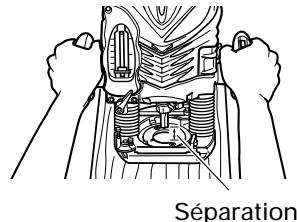

Fig. 19
- (1) Comme montré dans la Fig. 19, mettre hors contact le couteau et la pièce de travail et mettre sous tension. Ne pas commencer l'opération de découpage jusqu'à ce que le couteau ait atteint la vitesse de rotation complète.